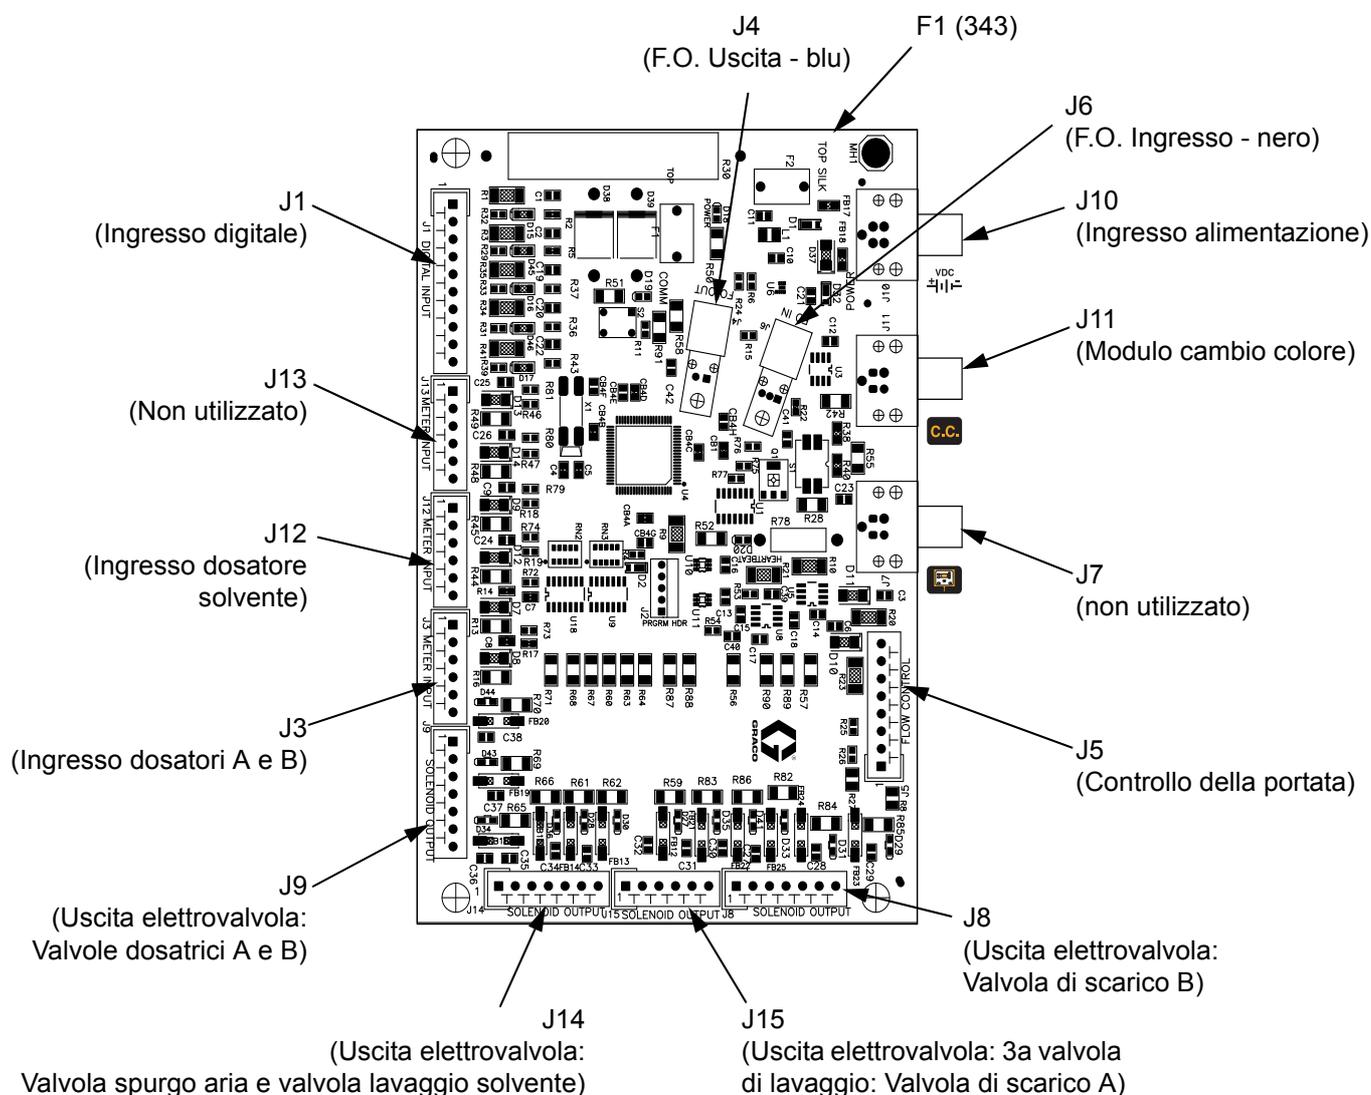

FIG. 21 Scheda di controllo della stazione del fluido 255765
2. Scollegare i fili a fibre ottiche (J4, J6) e tutti i cavi (J1, J3, J5, J7, J8, J9, J12, J13, J14, J15) dalla scheda di controllo (302). FIG. 21.
4. Installare la scheda di controllo nuova (302) con le 4 viti (303).
5. Collegare i cavi alla scheda di controllo (302). FIG. 21. Inserire i connettori dei cavi a fibre ottiche (J4, J6) nei connettori della scheda (E), facendo corrispondere il blu con il blu, il nero con il nero e serrarli a mano. Non serrare o piegare i cavi a fibre ottiche; i cavi possono avere un raggio di curvatura minimo di 51 mm (2").
6. Riposizionare il coperchio (322).
2. Scollegare i 2 fili dell'elettrovalvola dalla scheda di controllo (302). Vedere la FIG. 21 e **Schema elettrico del sistema** a pagina 35.